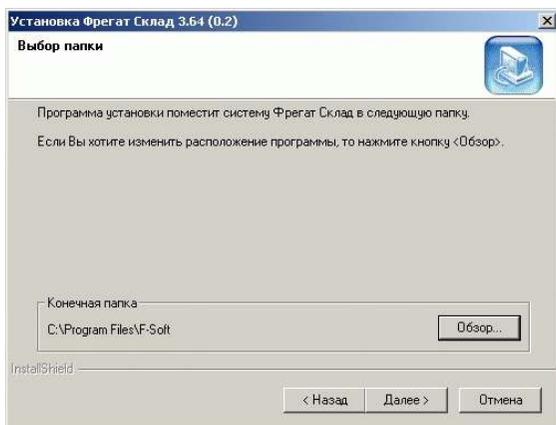

Рис. 1.5. Выбор папки для установки системы ФРЕГАТ
- ▶ Нажать кнопку [Далее >] в окне **Выбор устанавливаемых приложений** для продолжения установки. На экране появится окно выбора папки для установки системы ФРЕГАТ (см. Рис. 1.5).